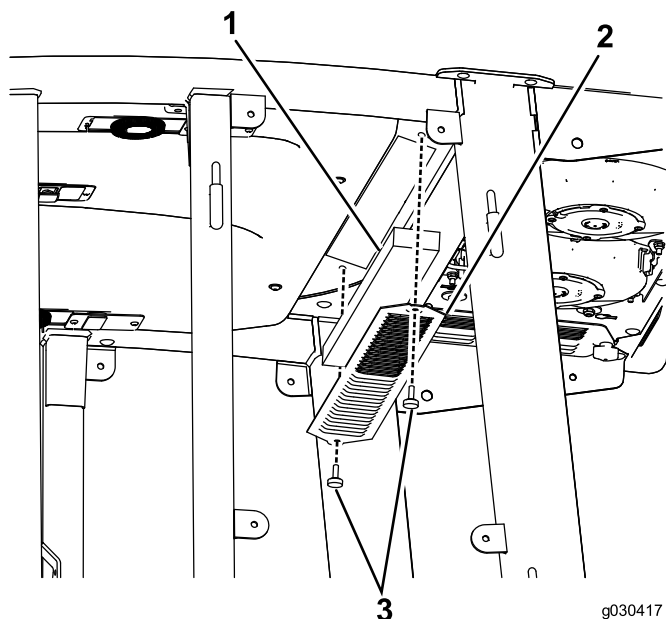
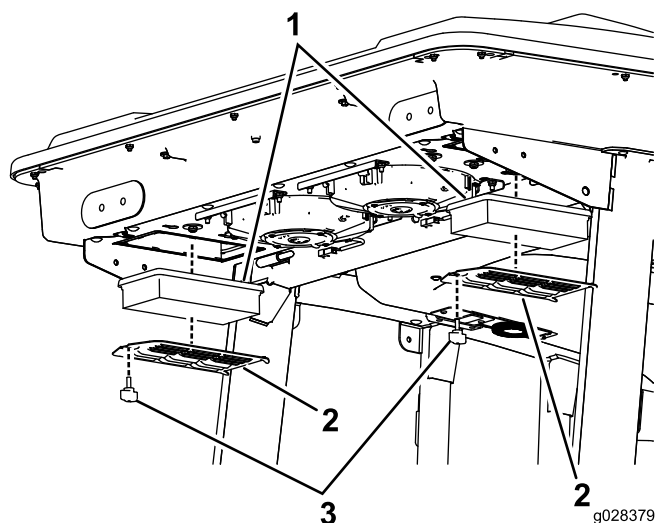
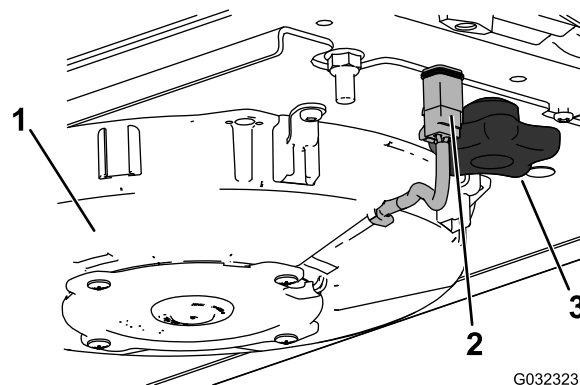

Figura 56
Figura 57
Figura 58
1. Rimuovete le viti a testa zigrinata e le griglie sia dal filtro dell'aria interno alla cabina, sia da quello sulla parte posteriore della cabina (Figura 56 e Figura 57).
2. Scollegate il filo per ciascuna ventola (Figura 58).
3. Rimuovete le 2 manopole e rimuovete il gruppo della ventola (Figura 58).
5. Togliete i filtri dell'aria (vedere Figura 57).
7. Installate i filtri dell'aria, la griglia e il gruppo ventola (Figura 57, Figura 59 e Figura 58).
8. Collegate il filo per ciascuna ventola (Figura 58).